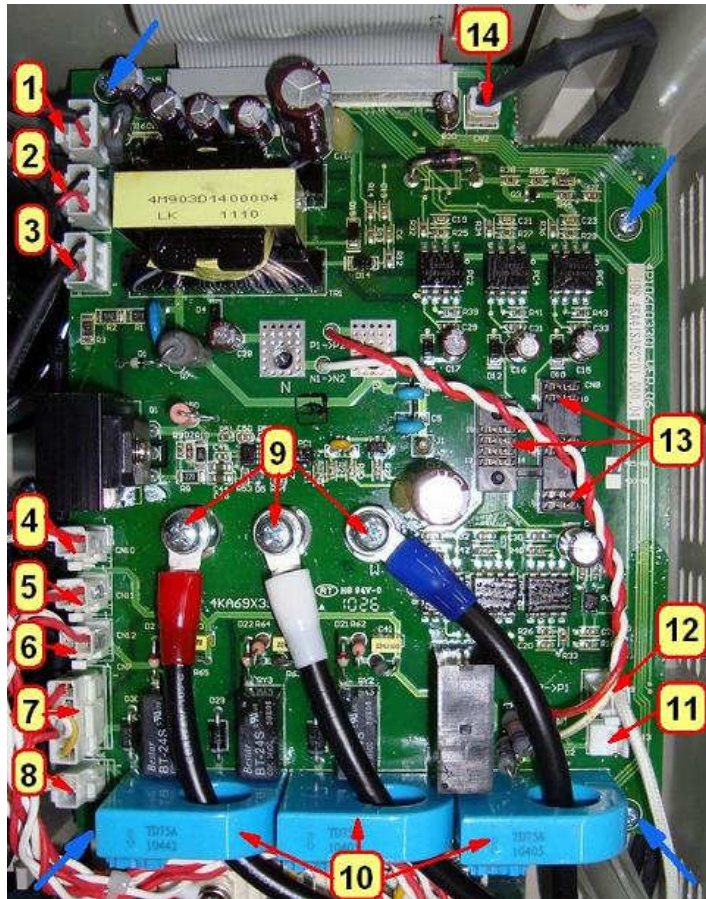

Рис.6.17
6.10.3. Отсоединить разъемы CN1 – CN4, CN6, CN7, CN9 – CN13 от платы в соответствии с рис.6.17.
6.10.4. Выкрутить три винта 9, снять три контактные втулки, вытянуть провода U, V, W клеммника ТМ1 из окон блока датчиков тока 10 (рис.6.17). Положить винты и втулки в тару.
6.10.5. Выкрутить четыре самонарезающих винта (синие стрелки на рис.6.17). Положить винты в тару.